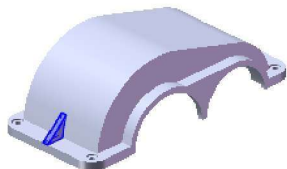
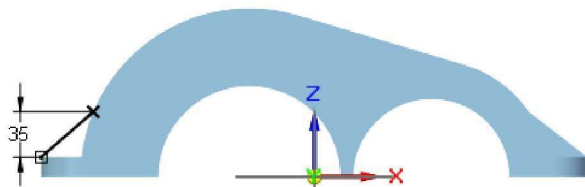

图 1.20 肋板特征 2
图 1.21 截面草图
Step12. 创建图 1.20 所示的肋板特征 2。在 **实体** 区域中单击 **薄壁** 后的小三角, 选择 **肋板** 命令, 在“肋板”命令条中选择 **重合平面**, 选择前视图 (XZ) 平面作为肋板的草图平面, 绘制图 1.21 所示的草图, 单击 **✓** 按钮; 在命令条的厚度文本框中输入厚度值 10; 移动鼠标将拔模方向调整至朝向实体的方向后单击, 单击命令条中的 **完成** 按钮, 然后单击 **取消** 按钮, 完成肋板特征的创建。